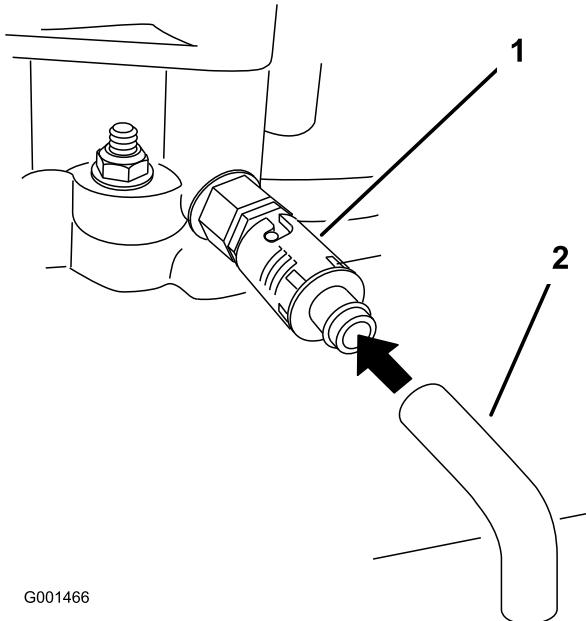

Figura 30
- Coloque un recipiente debajo del tubo de vaciado. Gire la válvula de vaciado para que se drene el aceite (Figura 30).
- Retire el tubo de vaciado (Figura 30).